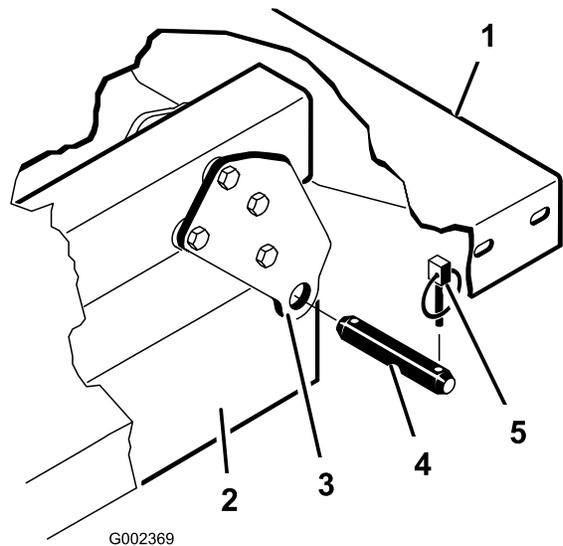

Figura 29
4. Retire los pasadores que fijan los extremos de las varillas de los cilindros a las chapas de montaje de la plataforma empujando los pasadores hacia dentro (Figura 29).
5. Retire los pasadores de seguridad y los pasadores que fijan las placas de giro a los perfiles del bastidor (Figura 29).
Nota: Asegúrese de que las placas de giro traseras están atornilladas al perfil del bastidor de la plataforma con el extremo inferior inclinado hacia atrás (Figura 29).
2. Coloque la plataforma con cuidado sobre el bastidor de la máquina, alineando los taladros de las placas de giro traseras con los taladros del bastidor, e instale 2 pasadores con chavetas (Figura 29).
4. Inserte el pasador desde la parte exterior de la plataforma, con la chaveta hacia fuera (Figura 29).